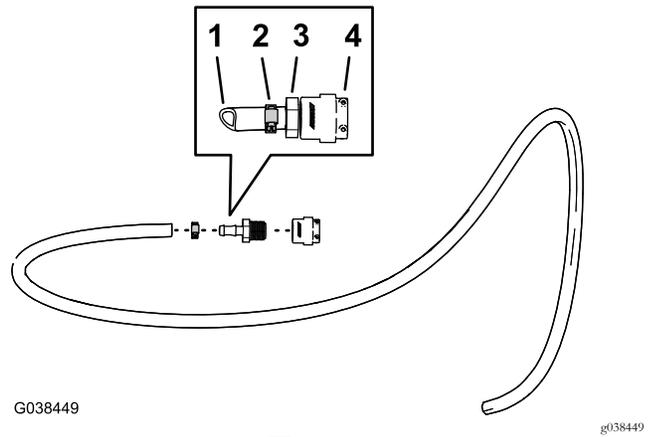

図 91
1. パーツ付きストレートフィッティング1/2インチのねじ山に 図 91 PTFE テープを巻く。
2. 図 91 に示すように、バーブ付きストレートフィッティング (1/2 インチ) をクイックコネクフィッティングソケットに組み付ける。